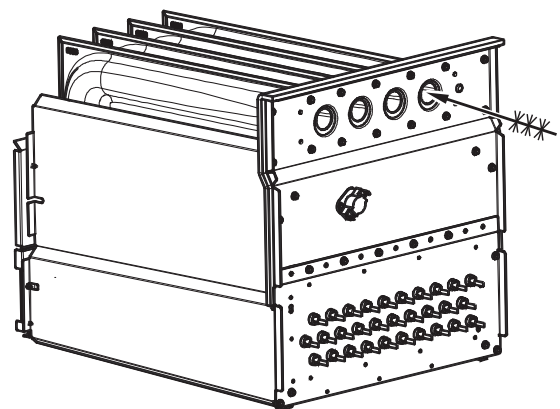

Fig. 70 – Nettoyage de la cellule de l'échangeur thermique A11273
7. Nettoyez les ouvertures de l'échangeur thermique à l'aide d'un aspirateur et d'une brosse douce. Consultez la Fig. 70.